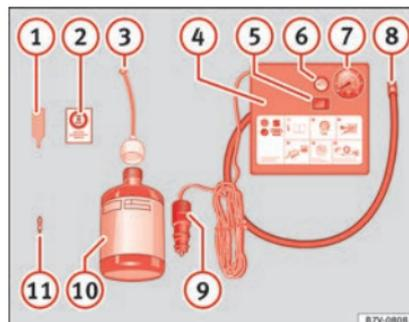

Fig. 101 Représentation standard : contenu du kit antirevaision.
Le kit antirevaision se trouve dans le coffre à bagages, sous le revêtement du plancher de chargement. Il inclut les composants suivants » fig. 101 :
Revissez le tuyau de gonflage » fig. 101 ⑧ et vérifiez la pression de gonflage du pneu sur l'indicateur ⑦.